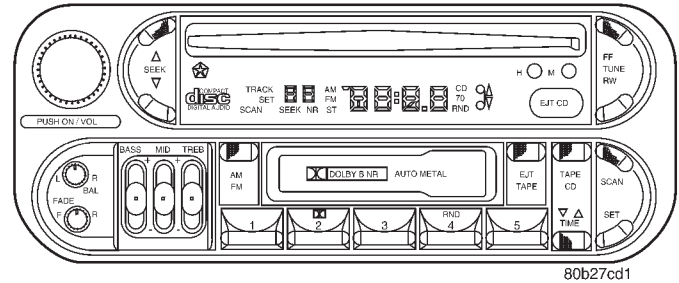

Abb. 4 UKW-/MW-Radio mit CD-Spieler und Kassettenlaufwerk
- UKW-/MW-Radio mit CD-Spieler und Kassettenlaufwerk (Abb. 4);